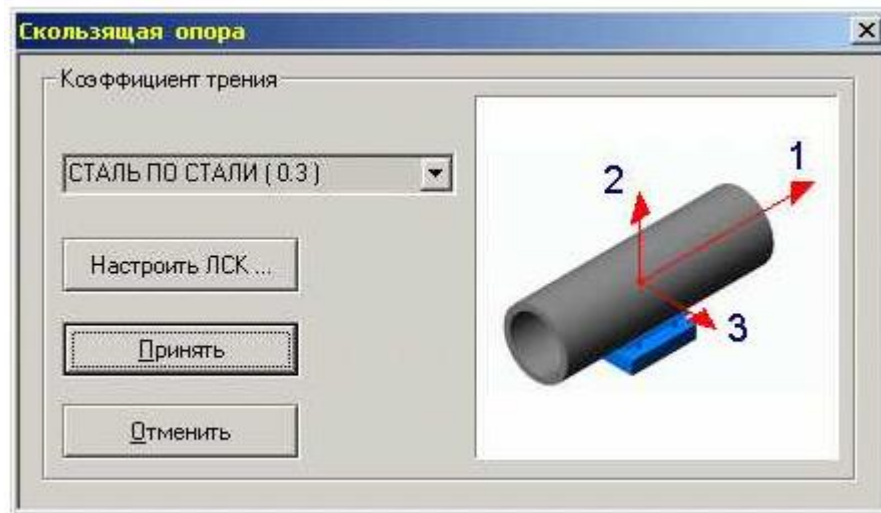

Рис. 5.3.10. Диалоговое окно задания параметров скользящей опоры
3. В возникшем диалоговом окне (рис. 5.3.10.) необходимо задать коэффициент трения трубы по площадке опоры и локальные оси опоры (см. раздел "Локальные оси опоры");